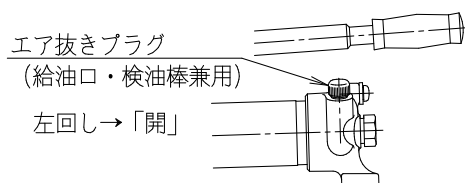
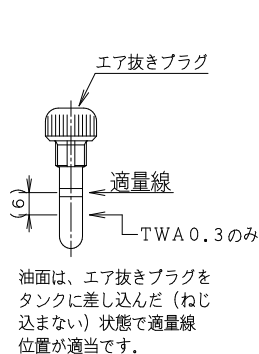

図 3.
図9.
- a. 操作する前に必ずエア抜きプラグを緩めて下さい。(図 3 参照)
- 油量を確認して下さい。不足している場合は油を補給して下さい。（図3、図9参照）